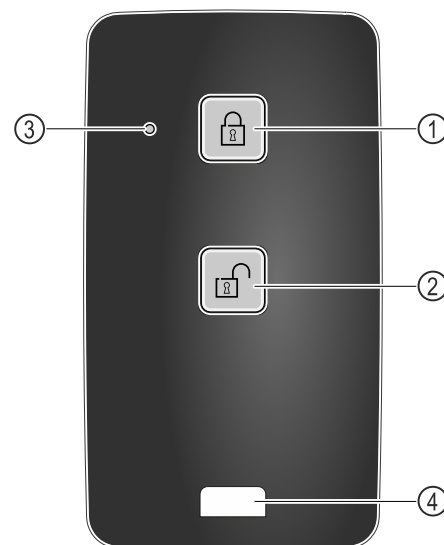

Fig. 222
- Taste Fig. 222 (1) auf der Fernbedienung drücken.
- Taste Fig. 222 (2) auf der Fernbedienung drücken.
- Status-LED Fig. 222 (3) gibt bei Tastendruck eine optische Rückmeldung.
- Öse Fig. 222 (4) zur Befestigung der Fernbedienung, zum Beispiel an einem Schlüsselbund.